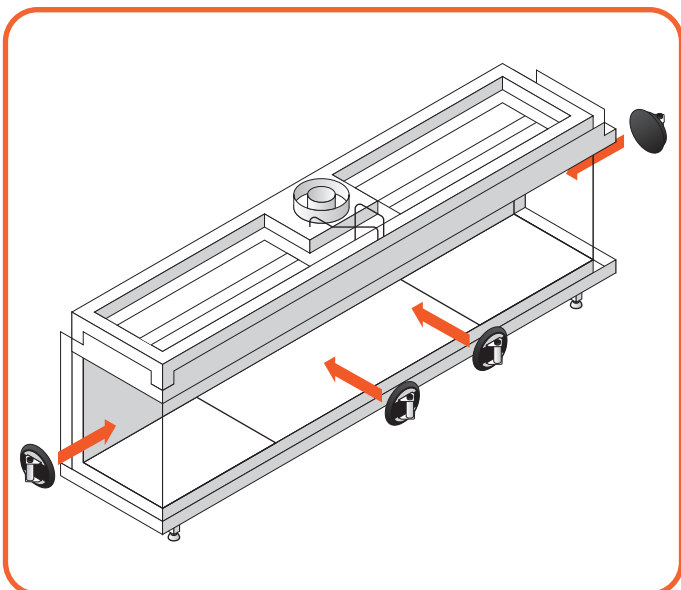

Figura 10.4 - Applicazione delle ventose
- Applicare la ventosa sul vetro e assicurarsi che sia abbastanza sottovuoto da non staccarsi (*Figura 10.4*).